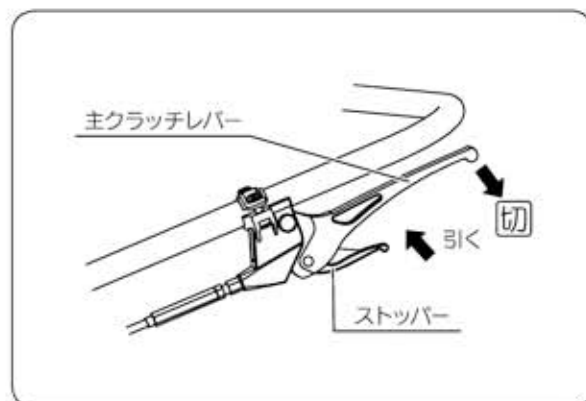

図20
- ❷ 低速から高速に切替え操作は主クラッチを一旦切ってからおこなってください。(図20)
- ❸ 高速の【前進】の切替え操作は主クラッチを一旦切ってからおこなってください。(図20)